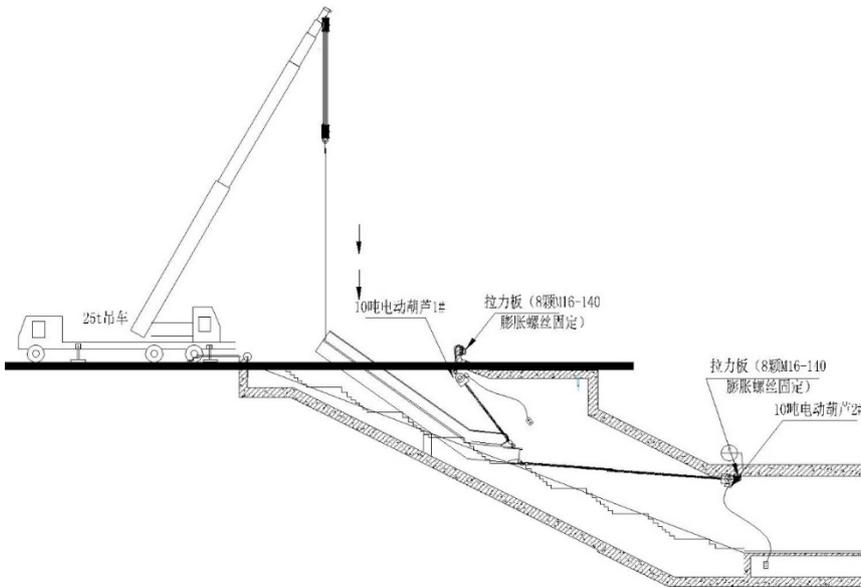

图 2 井道运输
2) 25 吨吊车将扶梯尾部吊入 10 吨电动葫芦 1#位置，挂住扶梯吊环预紧该电动葫芦，此时松掉吊车一端钢丝绳，然后通过 10 吨电动葫芦 1#牵引和 25 吨吊车配合向井道下放扶梯尾部如图 2。